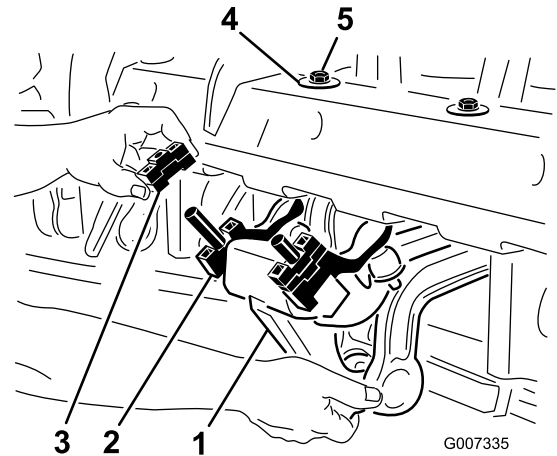

Bild 26
Unterseite des Aerifizierkopfrahmens befestigt ist (Bild 26).
2. Senken Sie den Stoßdämpfer ab, um die Distanzstücke frei zu legen (Bild 26).
4. Montieren Sie den Stoßdämpfer wieder am Aerifizierkopfrahmen. Achten Sie darauf, dass die D-Scheibe gegen den Aerifizierkopfrahmen eingebaut ist, siehe Bild 26. Befestigen Sie die zwei Sicherungsmuttern.